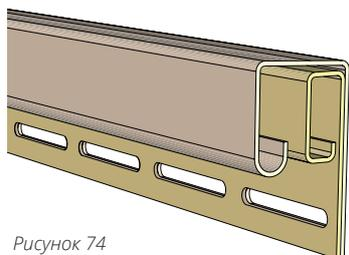

Рисунок 74
- 17.1** Под металлическим отливом оконного или прочего проема, под карнизным свесом монтируется J-профиль, совмещенный с финишной планкой (рис. 74).